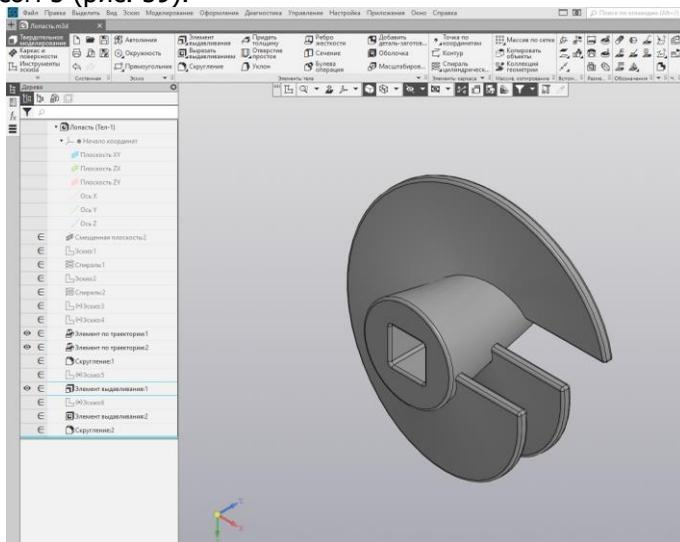

Рис. 59.
6) Выполните Скругление ребер построенной оси  радиусом 5 (рис. 59).